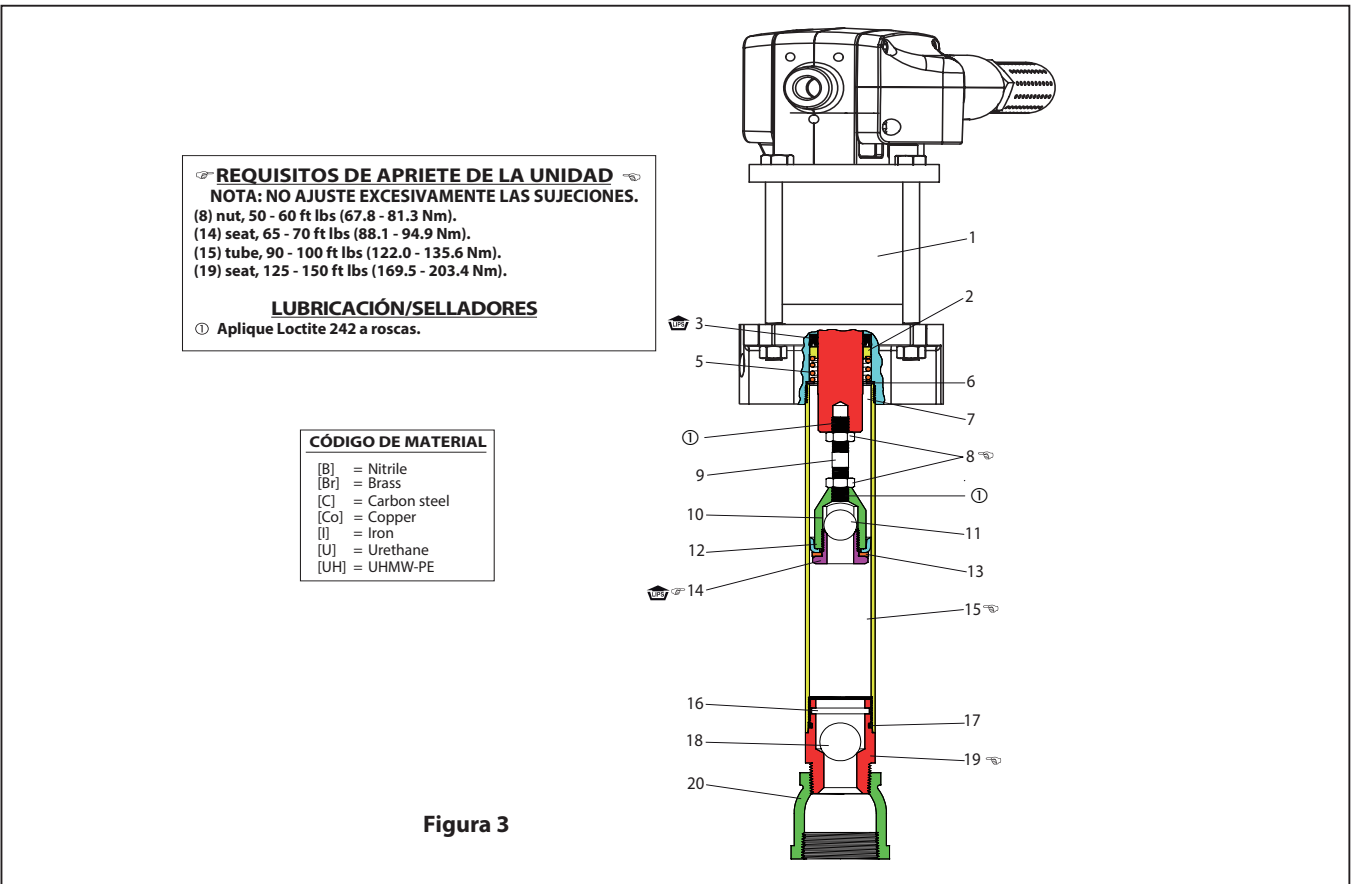

Figura 3
- Monte (3) el sello, (2) el distanciador, (5) el resorte y (6) la arandela en la cavidad de la parte inferior del motor. **NOTA:** Consulte la figura 3, página 4, para obtener información sobre la dirección del borde del embalaje.
- Para AF0409A13XXXX: Monte la tuerca, el vástago del pistón y los componentes a la varilla del motor. Apriete la tuerca contra la varilla del motor. Aplique Loctite 242 a las roscas del vástago del pistón antes de realizar el montaje. **NOTA:** Apriete la tuerca a 81,3-94,9 Nm (60-70 lb-ft); consulte la figura 3, página 4.